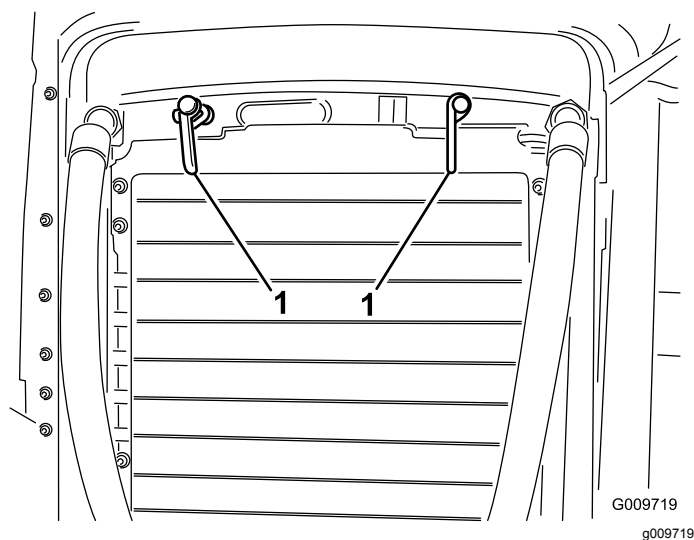

Рисунок 56
2. Поверните защелки (Рисунок 56) крепления маслоохладителя к раме.